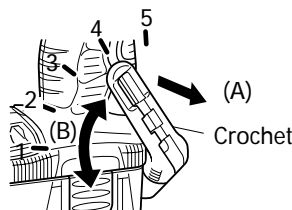

Fig. 5
- (1) Ouverture du crochet
- (a) Tirer le crochet vers soi dans le sens de la flèche (A), et le tourner dans le sens de la flèche (B) (Fig. 5).